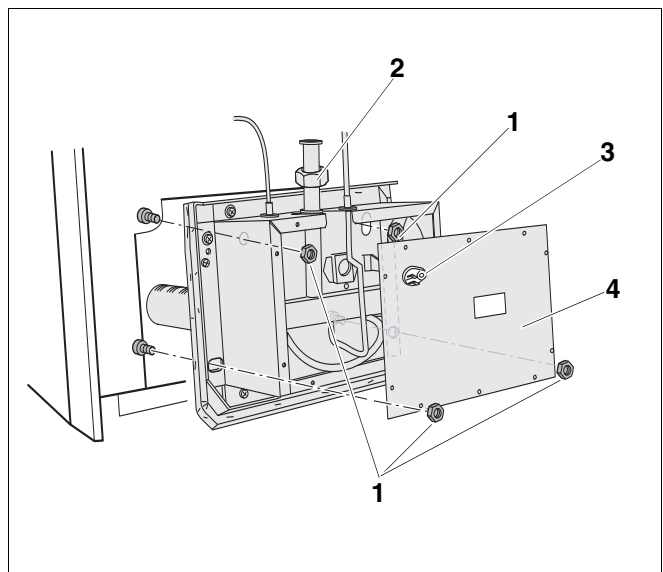

Fig. 5 Brûleur gaz
29. Resserer le raccord-union (→ fig. 5, page 6) entre le bloc gaz et le caisson. Veiller à ce que le joint démonté à l'étape 15 soit réinséré dans le tuyau de raccordement.